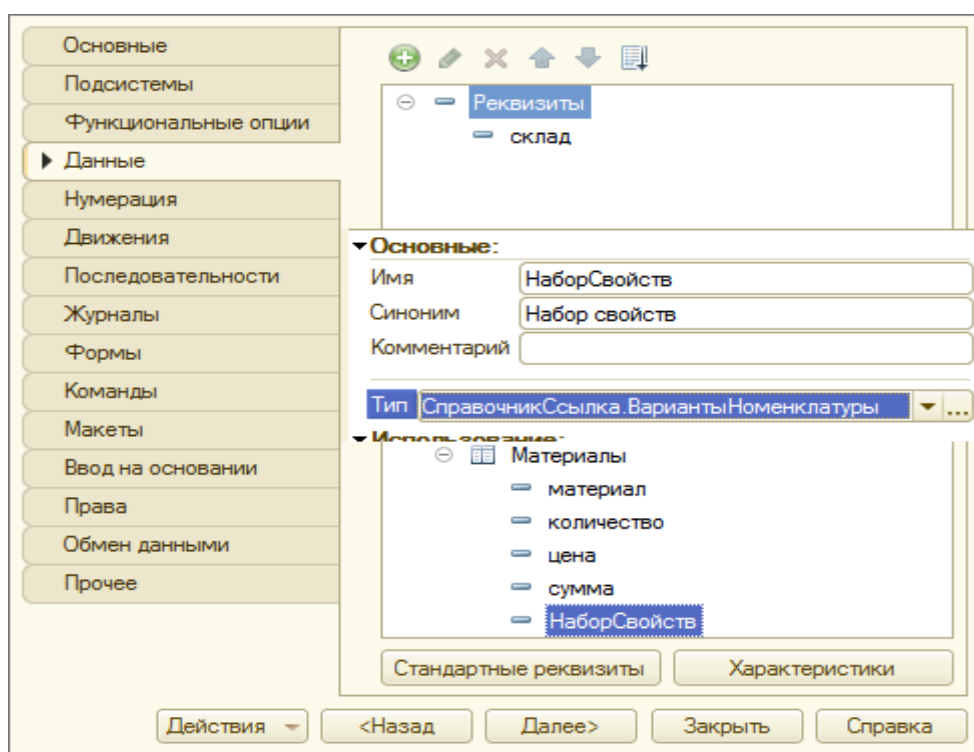

Рисунок 6.31 Новый реквизит «НаборСвойств»
2. Открыть документ **Приходная накладная** для редактирования. *Редактирование этого документа производится для того, чтобы при приходовании материалов можно было указывать набор свойств и выбранный набор свойств записывался в регистры при проведении.* На закладке **Данные** добавить в табличную часть реквизит **НаборСвойств** с типом **СправочникСсылка.ВариантыНоменклатуры** (рис. 6.31).